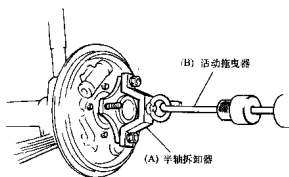

图 13-9
(12) 利用半轴螺栓, 装上专用工具 A (半轴拆卸器), 使用 B (活动拖曳器) 拉出半轴组件 (图 13-9)。